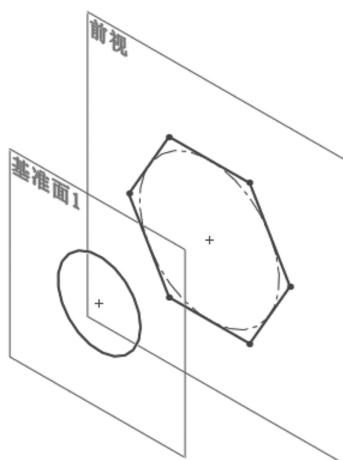

图 4-26 初始文件的草图
- [1] 打开初始文件“Z4L2.prt”，其草图如图 4-26 所示。